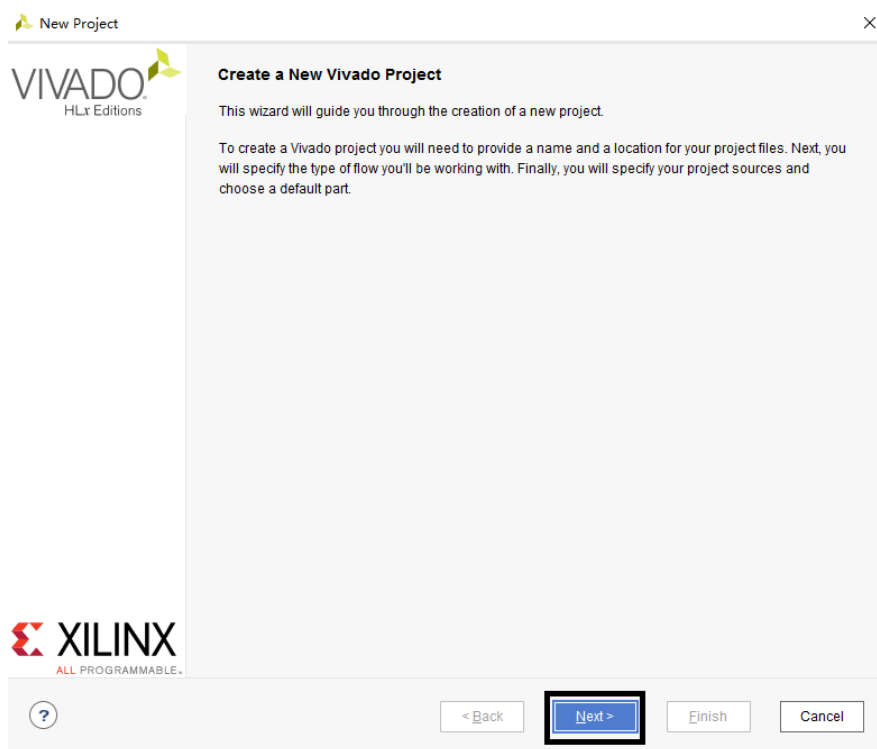

图 1-2 New Project 窗口
(2). New Project 新建工程向导打开，如图 1-2 所示，直接点击 Next。